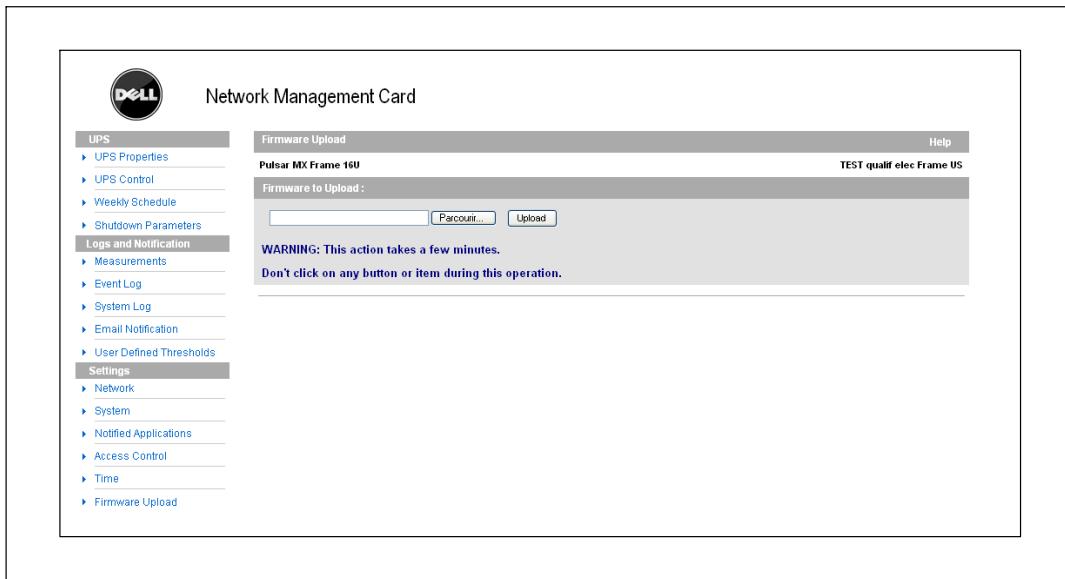

Abbildung 46. Seite „Firmware hochladen“
- 2 Klicken Sie auf **Firmware hochladen** in der Menüleiste, um die Seite „Firmware hochladen“ zu öffnen (siehe Abbildung 46).